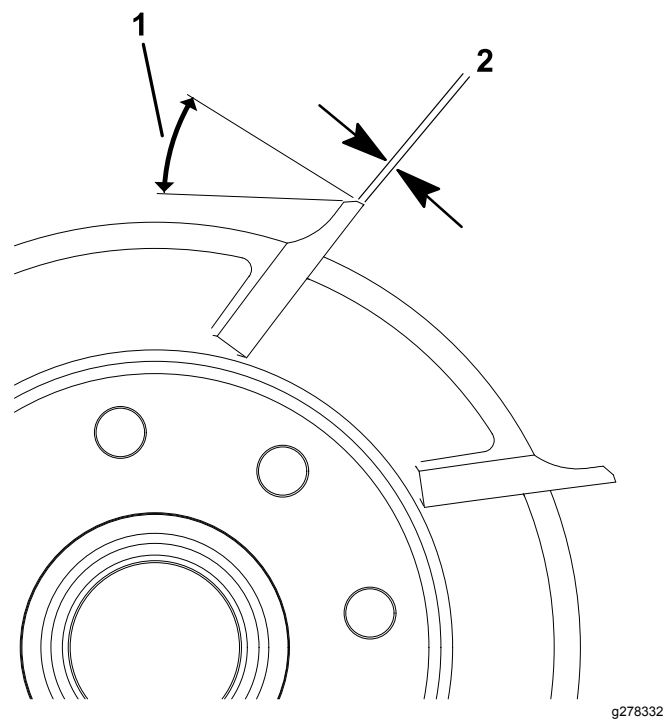

Рисунок 19
1. Произведите 30-градусное затыловочное шлифование всех ножей барабана, пока не будет достигнута ширина витка 0,76 – 1,27 мм (**Рисунок 19**).